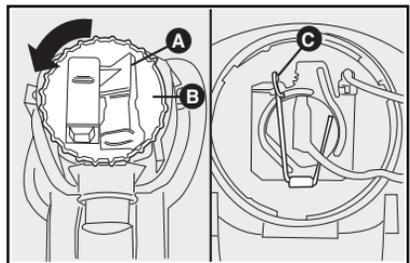

fig. 33
3) desplazar hacia fuera el conjunto completo portalámpara y sacar el conector **A- fig. 33**;
5) sacar el portalámpara presionando hacia delante el resorte **C- fig. 33**, abriéndolo lateralmente hacia la derecha;